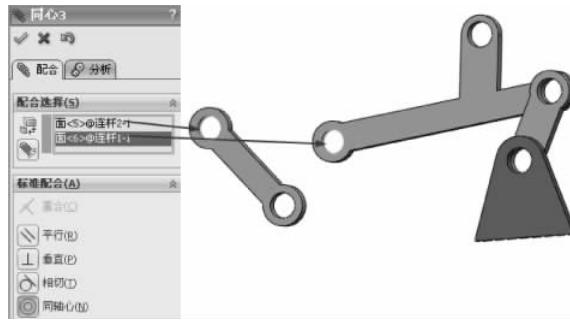

图 3-216 同轴心配合
(5) 选择【标准配合】选项组下的【同轴心】配合类型  , 在【要配合的实体】选择框  中选择如图 3-216 所示的面, 其他保持默认, 单击【确定】按钮  , 完成同轴心配合。